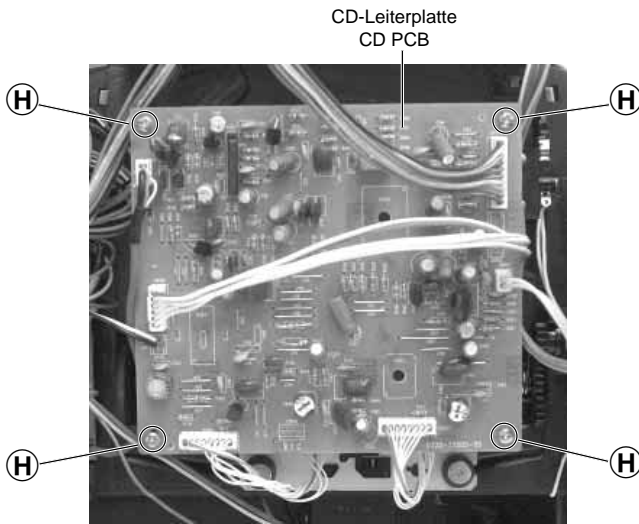

Fig. 5
- 4 Schrauben (H) (Fig. 5) herausdrehen.
- Undo 4 screws (H) (Fig. 5).